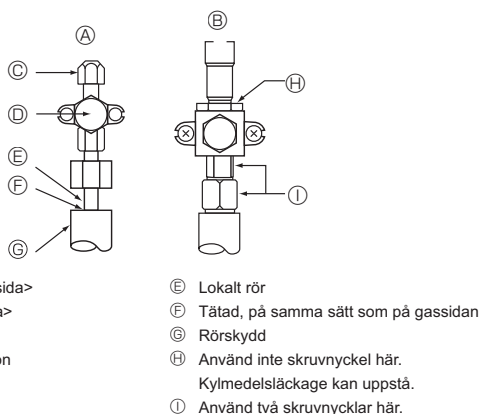

Fig. 4-5
4.4. Provmethod för att kontrollera om köldmedelsrören är lufttäta (Fig. 4-5)
- ① Anslut testverktygen.